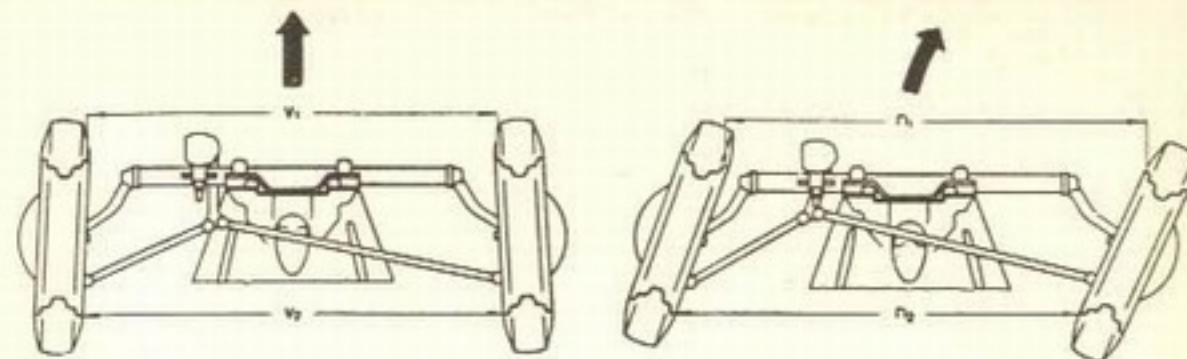

Fig. 3-Q — Ângulos de convergência e divergência nas curvas
**Ângulos de convergência e divergência.** — O ângulo de convergência das rodas dianteiras visa a compensar a tendência que as mesmas têm de se abrirem a frente, quando em marcha. Por isso, as rodas são colocadas de modo a convergiem ligeiramente a frente, como se vê na fig. 3-Q. A distância  $V_1$  é menor que a distância  $V_2$ . A diferença é muito pequena: 1 a 3 mm somente. (Na Kombi, até 5 mm, carregada).
Por isso, quando se faz uma curva, a convergência vai diminuindo, até tornar-se em divergência, como mostra a fig. 3-Q, em que a distância  $n_1$ , na frente, é maior do que a distância  $n_2$ , atrás.
**Verificação da convergência.** — Nessa operação as rodas devem estar dirigidas diretamente para a frente. Existem várias marcas de aparelhos para tal fim, de modo que deve-se seguir as recomendações do fabricante sobre seu uso. Em alguns, a medida das distâncias  $n_1$  e  $n_2$ , fig. 3-Q, se faz pelo lado externo do aro, enquanto outros realizam essas medidas pelo lado de dentro. No aparelho descrito no "Manual de Reparações" usa-se o primeiro tipo, cujo ponteiro deve ser colocado na marcação "zero", depois de haver sido medida a distância entre os bordos externos dos aros, na altura do centro de rotação. Retira-se o aparelho e coloca-se o mesmo atrás, e comprova-se a diferença indicada pelo ponteiro.